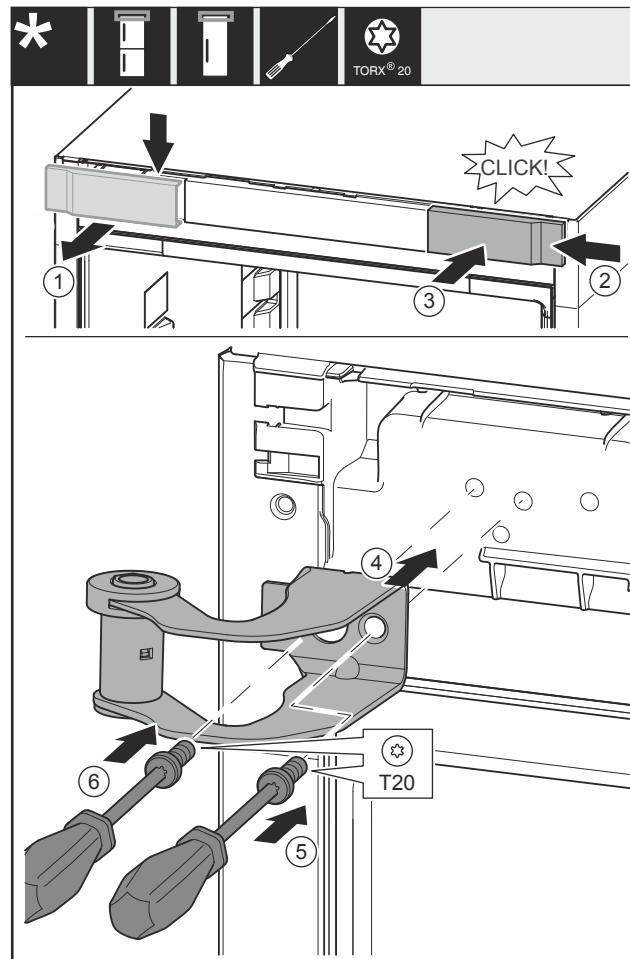

Fig. 31
- Abdeckung Fig. 31 (1) von oben nach vorne abnehmen.
- Abdeckung Fig. 31 (2) um 180° gedreht auf der anderen Seite von rechts einhängen.
- Abdeckung Fig. 31 (3) einrasten.
- Oberen Lagerbock Fig. 31 (4) ansetzen.
- Schraube Fig. 31 (5) festdrehen.
- Schraube Fig. 31 (6) festdrehen.